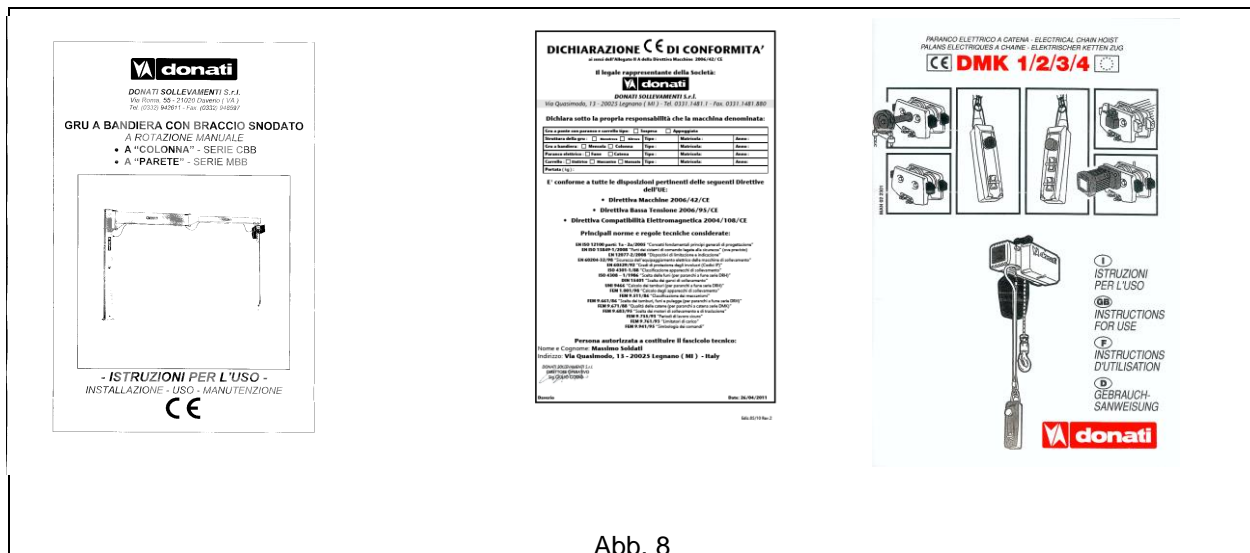

Abb. 8
- Die dem Auslegerkran beiliegende technisch/rechtliche Dokumentation umfasst Folgendes (Abb. 8):